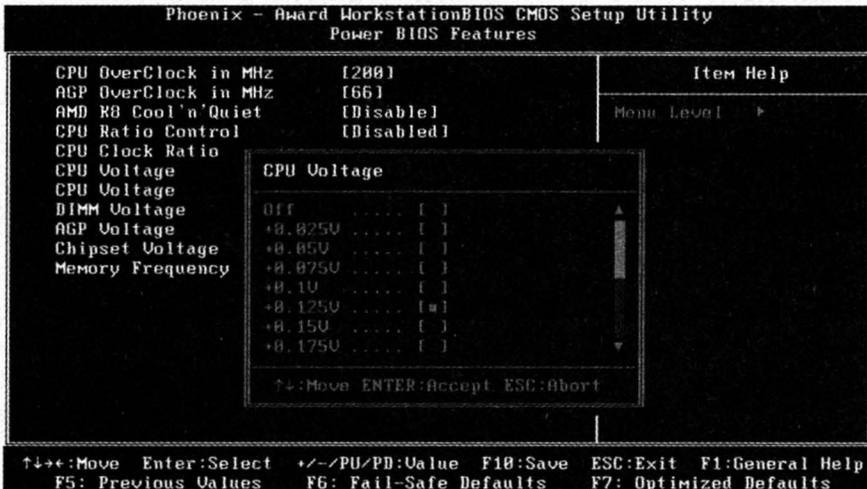

Рис. 17.10. Увеличение напряжения питания ядра процессора
- При возникновении сбоя можно уменьшить частоту FSB, чтобы вернуть систему в стабильное состояние, но если вы хотите узнать предельную частоту процессора, придется повышать напряжение питания ядра с помощью параметра CPU VCore Voltage или CPU Voltage (рис. 17.10). Изменять напряжение питания нужно плавно и не более чем на 0,2–0,3 В (15–20 %). Тестируя компьютер с уве-